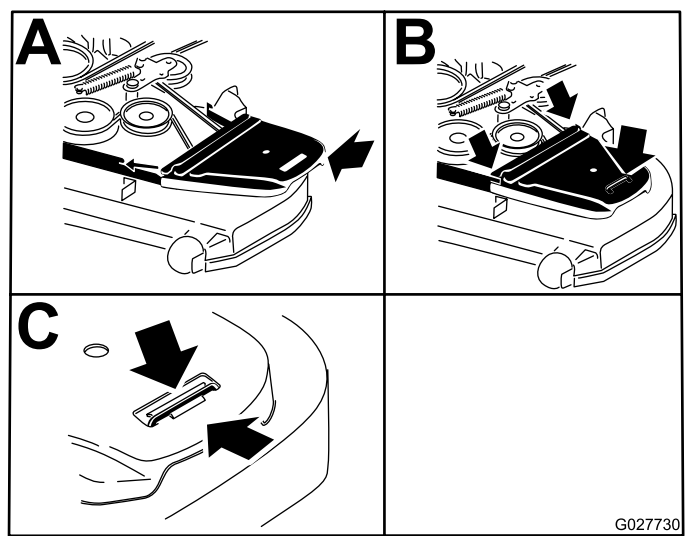

Figure 85
12. Reposez les couvercles de courroies (Figure 85).
Vous pouvez ajuster l'écrou à embase pour obtenir la résistance voulue du levier de commande de déplacement quand vous l'amenez en position de VERROUILLAGE AU POINT MORT. Voir les options de réglage à la Figure 85.